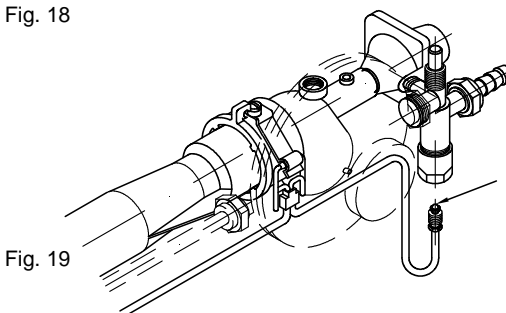

Fig. 19
3. Comprobar que el contacto de la bobina con el termopar está limpio. (Fig. 19)
3. Check the coil contact with the thermocouple is clean. (Fig. 19)
3. Vérifiez que le contact de la bobine avec le thermocouple est propre. (Fig. 19)